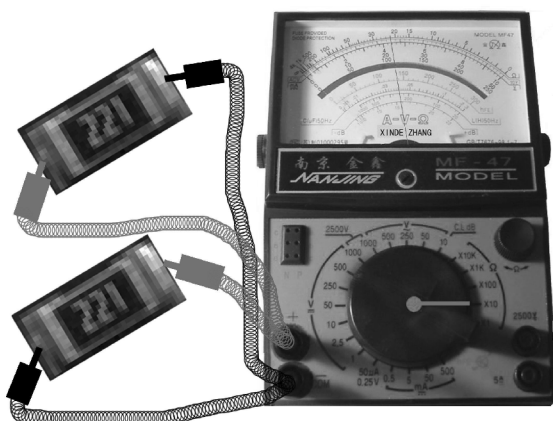

图 4-35 开路检测贴片电阻
2) 开路检测贴片电阻：先将贴片电阻从电路中焊下，然后清洁电阻的焊点；根据电阻的标注，读出电阻的阻值；接着将万用表的红、黑表笔分别搭在电阻的两端焊点上观察其阻值；然后与标称值进行比较，若阻值接近正常值，则说明该贴片电阻正常，否则说明该贴片电阻损坏，如图 4-35 所示。